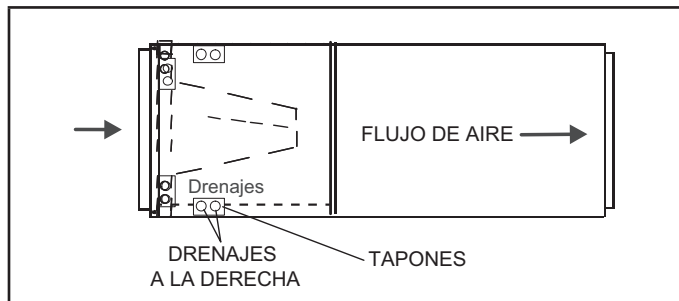

FIGURA 2. Configuración de descarga a la derecha
- 4 - La configuración horizontal se muestra en la Figura 2.